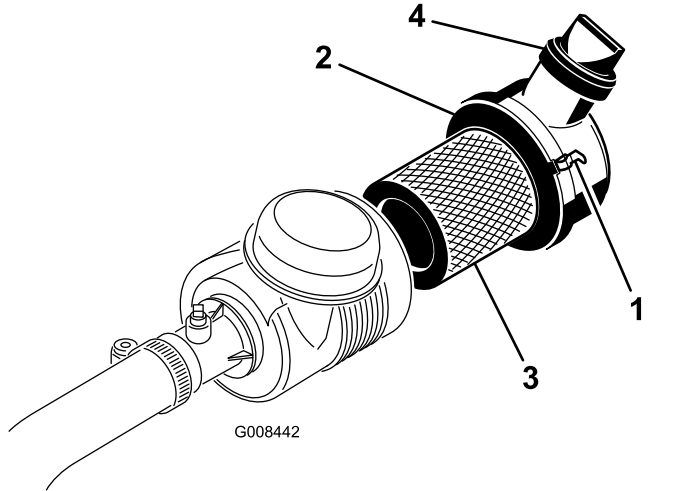

图38
1. 松开将空气滤清器盖固定到空气滤清器壳体上的搭扣图38。
7. 安装盖子并固定闩锁图38。